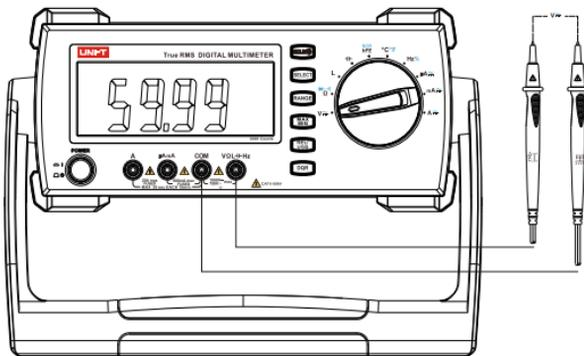

图1
- 将旋钮选择开关置于 **V** 档，按下 **SELECT** 键切换为DC测量功能(如图1)，将表笔并联到待测电源或负载上。
- 将旋钮选择开关置于 **V_{AC}** 档，按下 **SELECT** 键切换为AC测量功能(如图1)，将表笔并联到待测电源或负载上。